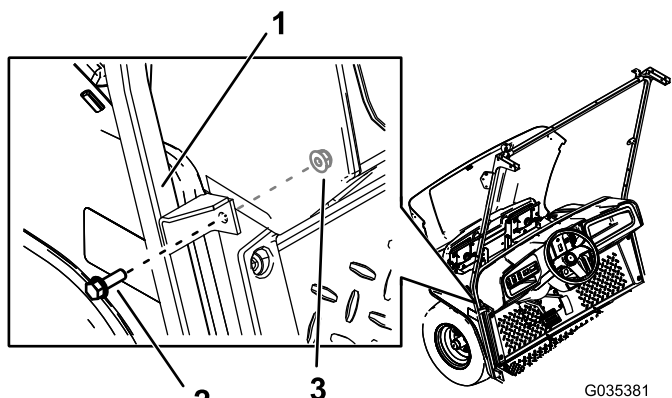

图5
4. 用 2 个六角凸缘螺栓 (5/16 x 1 英寸) 和 2 个螺母 (5/16 英寸) 将风挡支撑的中间支架固定到机器上钻出的孔内 (图5)。